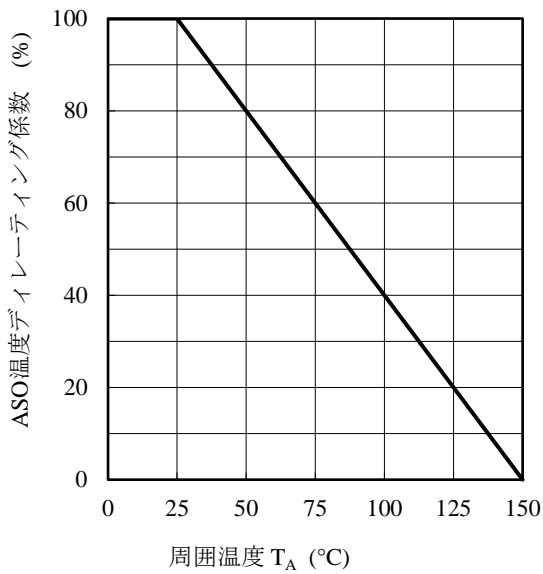

図 4-1 ASO 温度ディレーティング係数曲線
- ICを使用する際は図4-1より温度ディレーティング係数を求め、ASO曲線のディレーティングを行います。